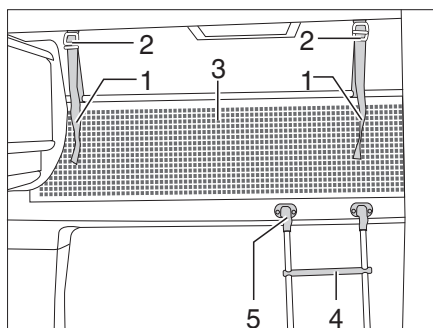

Fig. 156 Letto mansarda
Per salire sul letto mansarda, utilizzare la scaletta di accesso (Fig. 156,4) in dotazione ai modelli di serie.
- Agganciare la scalette con i longheroni nell'apposito supporto (Fig. 156,5) al pannello cieco del letto.
La rete protettiva (Fig. 156,3) è stivata sui modelli di serie tra il materasso e il telaio portamaterasso. Fissare la rete protettiva soltanto dopo che le persone si sono stese nel letto mansarda.
- Fare innestare i nastri di sostegno (Fig. 156,1) nei supporti sul soffitto (Fig. 156,2).